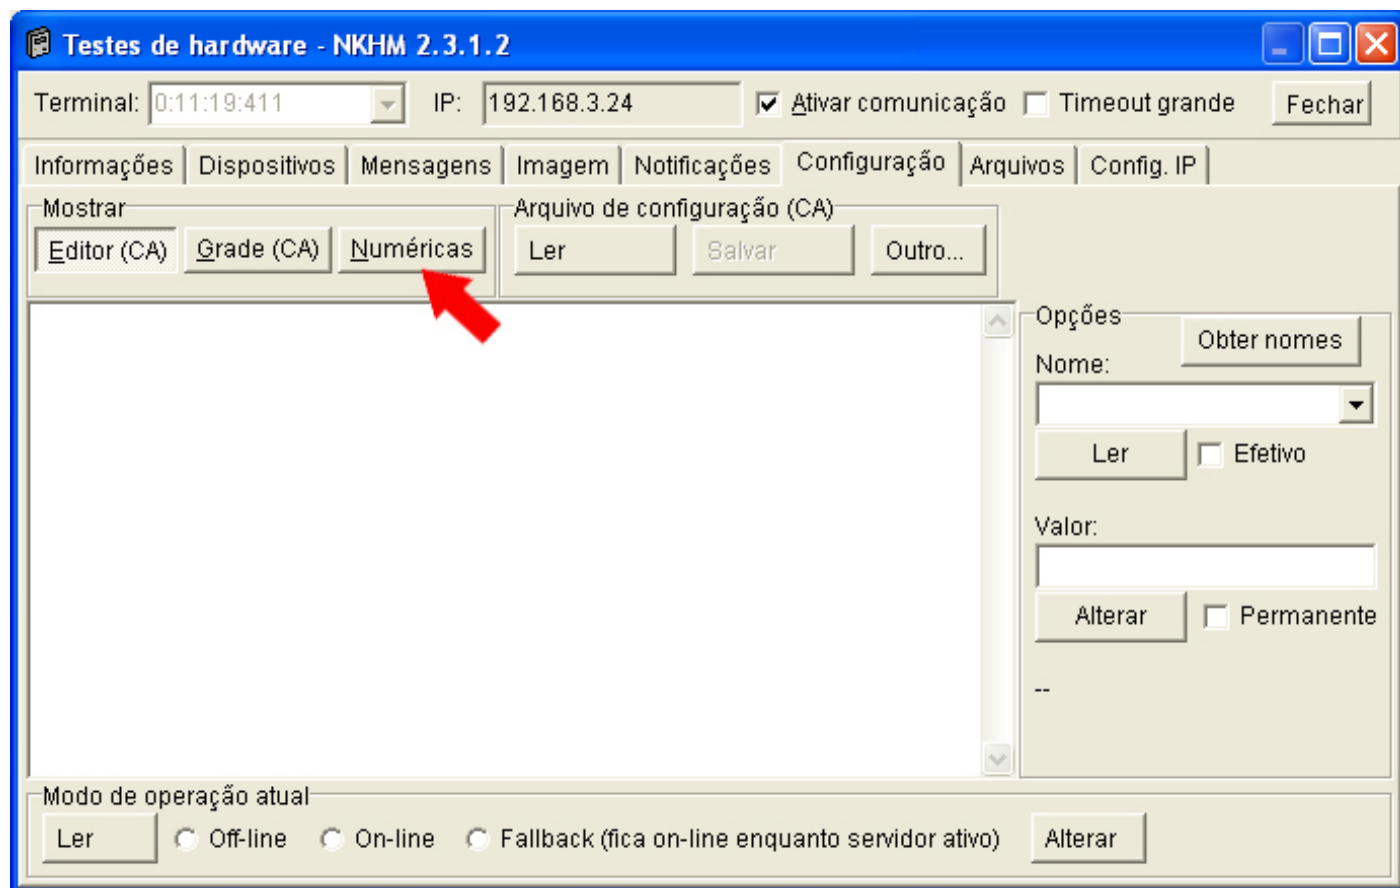

Fig. 40 - Clique sobre o botão “Numéricas” para...
- 2 - Na seção “Testes de Hardware”, clique sobre o botão “Numéricas” do painel “Mostrar”; (fig. 40).